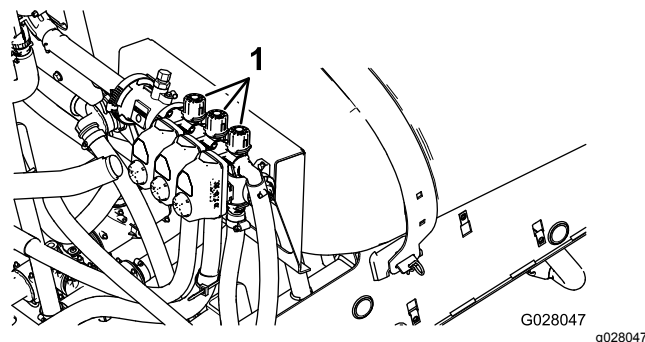

Figura 22
- Spegnete la sezione sinistra e regolate la manopola di bypass della sezione (Figura 22) fino a quando la pressione visualizzata non corrisponde al livello precedentemente regolato (normalmente 2,75 bar).
4. Regolate la manopola di bypass della sezione destra (Figura 22) fino a quando la pressione visualizzata non corrisponde al livello precedentemente regolato (normalmente 2,75 bar).
6. Regolate la manopola di bypass della sezione centrale (Figura 22) fino a quando la pressione visualizzata non corrisponde al livello precedentemente regolato (normalmente 2,75 bar).